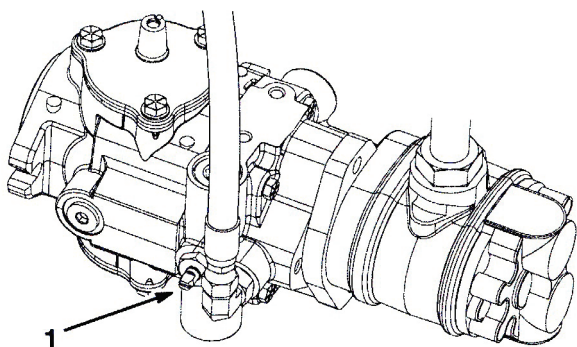

図31
1. 油圧ポンプについているバイパスバルブ（図31）の溝が「縦」になるようにバルブを回転させる。
2. エンジンを始動する時には、必ずバイパスバルブ (図31) を閉じてください (溝が横向きになる)。バルブを開けたままでエンジンを掛けしないで下さい。